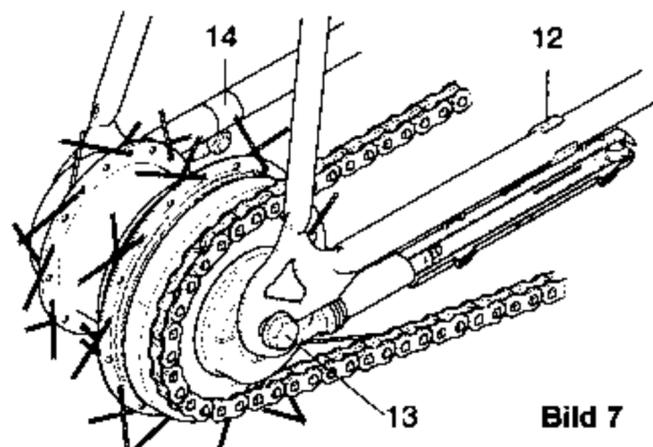

Bild 7
- Clip (12) von der Kettenstrebe abdrücken, Achsschrauben (13) lösen bzw. herausschrauben, Befestigungsschraube (14) der Bremssattelstütze demontieren (nur Typ MH 12 110), Laufrad aus den Ausfallenden ziehen und Kette abnehmen. (Bild 7)